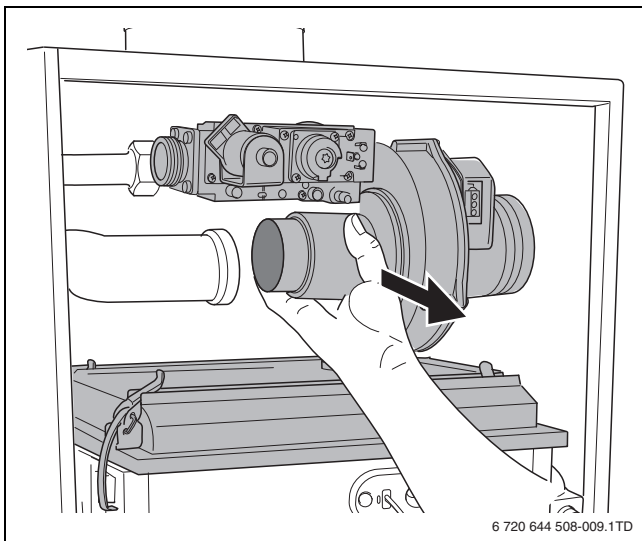

Fig. 9
- ▶ 取下带有燃气 / 空气单元的燃烧器盖板 (→ 图 9, 第 44 页)。